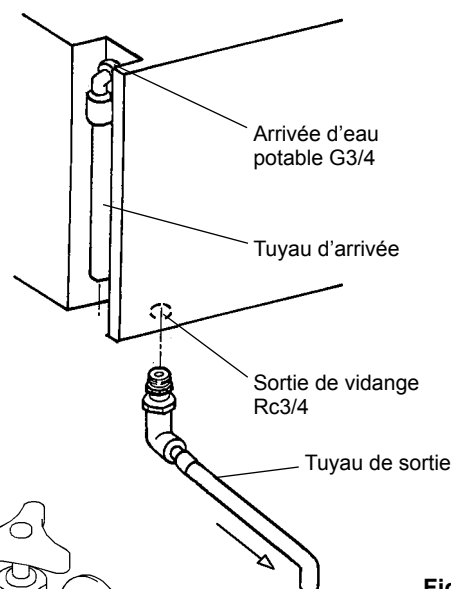

Fig. 4
- 1) Raccordez l'extrémité coudée du tuyau flexible blanc d'arrivée d'eau (accessoire) au raccord G3/4 à l'arrière du distributeur de glaçons (Fig. 4) en vous assurant que la rondelle d'étanchéité en caoutchouc est bien placée. Serrez bien à la main pour assurer un joint étanche.
- 4) Serrer le mamelon 3/4-3/4 et le coude sur le raccord Rc3/4 au bas de la machine à glace comme indiqué (Fig. 4). Utiliser du ruban PTFE et/ou du mastic d'étanchéité adéquat pour former un joint étanche.